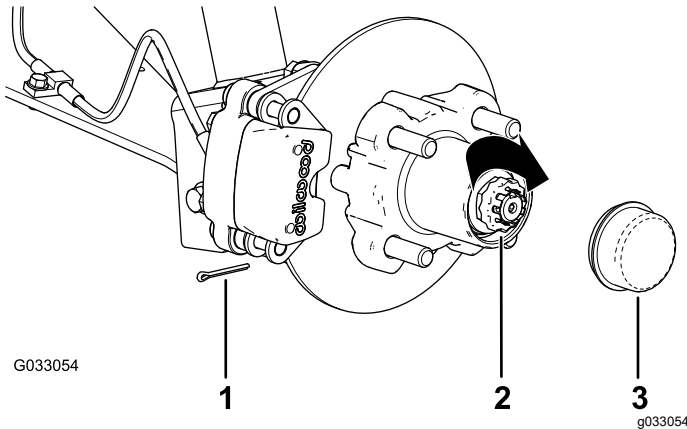

Bild 31
8. Befestigen Sie den Halter über der Mutter und prüfen Sie die Ausfluchtung des Schlitzes im Halter und dem Loch in der Spindel für den Splint (**Bild 31**).
9. Setzen Sie den Splint ein und biegen Sie jeden Abschnitt um den Halter (**Bild 31**).
10. Setzen Sie den Staubdeckel auf die Radnabe (**Bild 31**).